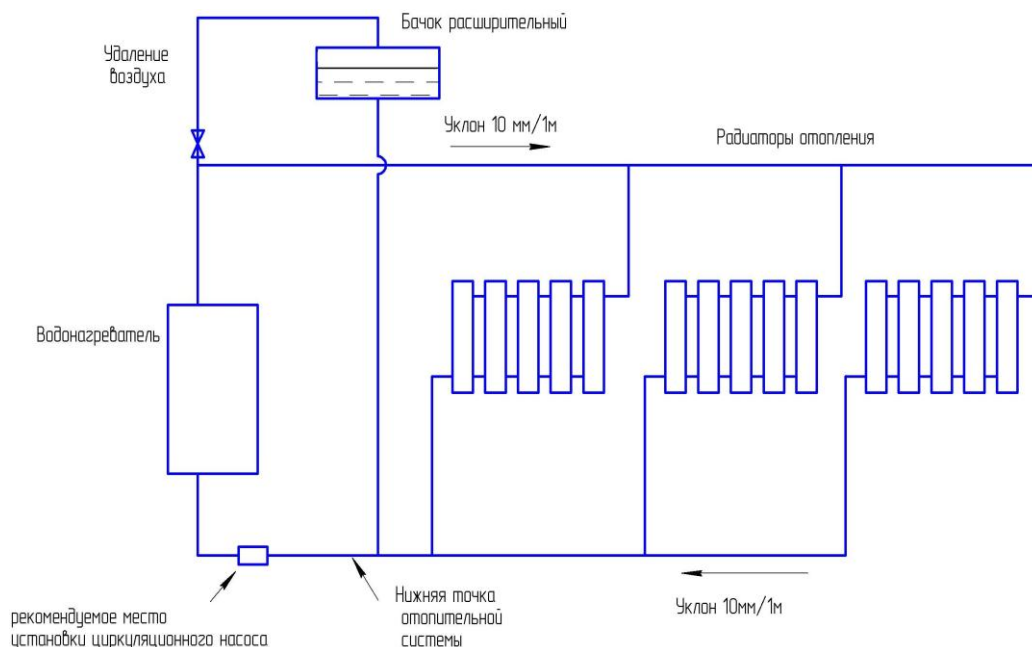

Рисунок 3 - Пример подключения электрокотла в открытую систему отопления
6.1.1 С целью улучшения условий циркуляции воды в открытой системе отопления с естественной циркуляцией электрокотёл следует установить таким образом, чтобы его нижний патрубок был нижней точкой отопительной системы (см. пример открытой системы отопления на рис. 3), а расширительный бачок – верхней точкой отопительной системы. Для улучшения обогрева помещений рекомендуется установка в систему циркуляционного насоса. На рис. 3 показано рекомендуемое место установки насоса. При наличии в отопительной системе трубопроводов тёплого пола установка на них насоса обязательна.